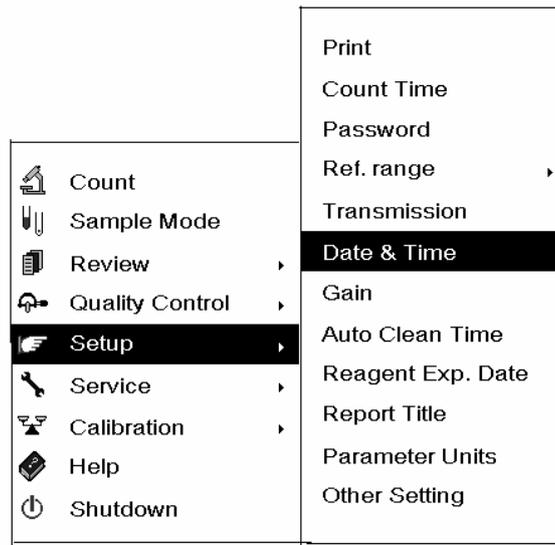
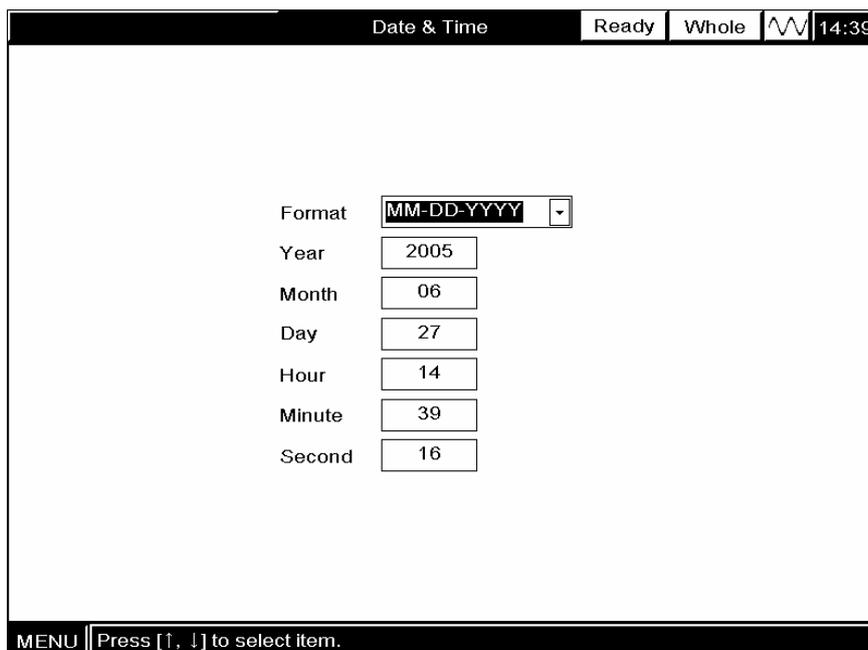

Abbildung 5-23 System-Menü
Abbildung 5-24 "Datum & Zeit"-Anzeige
**WÄHLEN** Sie "Einstellung → Datum & Zeit" **AUS** (Abbildung 5-23), um die "Datum & Zeit"-Anzeige aufzurufen (Abbildung 5-24).